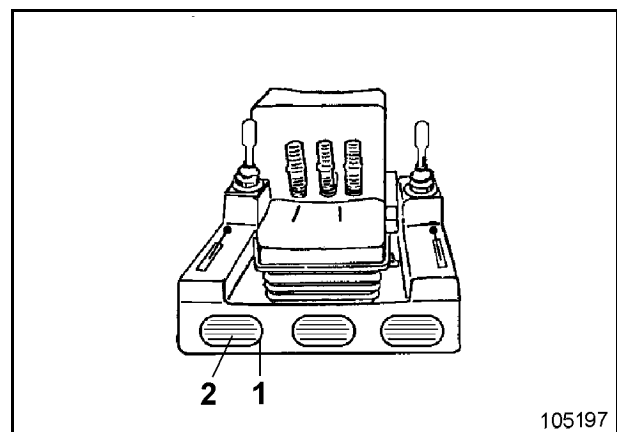

Fig. 3-145:
- ➔ Abdeckung (1, Fig. 3-145:) abnehmen.
- ➔ Filtermatte (2) wechseln.
- ➔ Abdeckung (1) wieder befestigen.